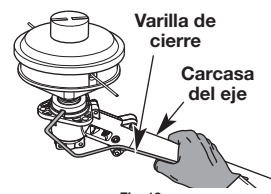

Fig. 13
2. Sujete la varilla de traba en su lugar sosteniéndola al lado del brazo de la carcasa del eje (Fig. 13).